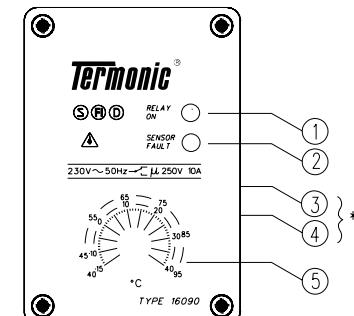

Fig. 1
Termostatens reläkontakt växlar när temperaturen vid givaren sjunker under inställt värde. Indikeras av LED ①. När temperaturen uppnår inställt värde släcks LED. Se Fig. 1.